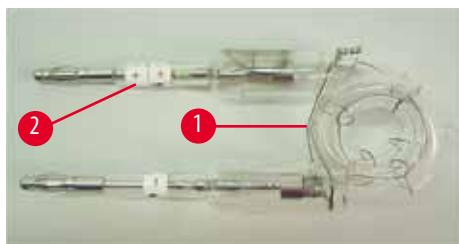
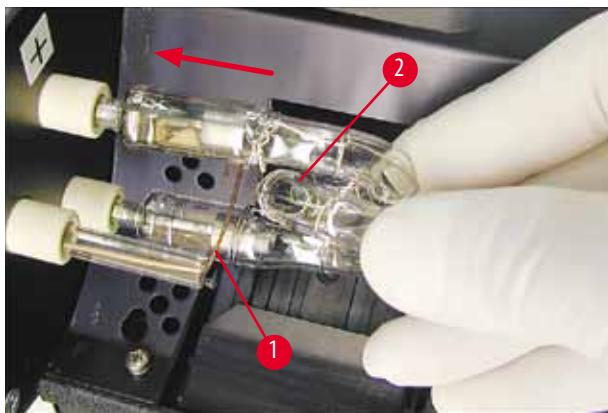

Рис. 18
Рис. 20
2. Вставьте новую лампу-вспышку (→ "Рис. 18") в патрон (→ "Рис. 17-3"), а затем осторожно вдавите ее внутрь до упора (→ "Рис. 20") (метка полярности (+) больше не должна быть видна). При необходимости осторожно поддвигайте лампу-вспышку вверх и вниз.